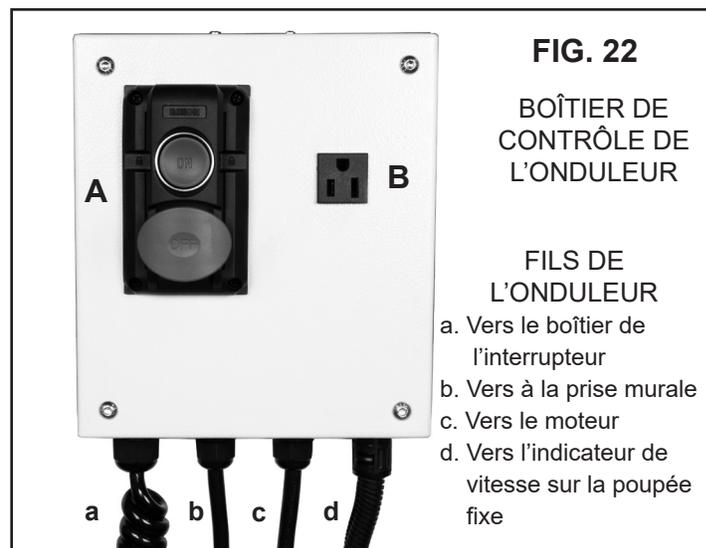

FIG. 22
Le tour 70-1824VSR est muni d'un interrupteur MARCHÉ/ARRÊT (Fig. 22, A) situé sur le boîtier de l'onduleur sous l'extrémité de la poupée fixe du bâti du tour. Cet interrupteur DOIT être actionné avant et après l'utilisation du tour. Il permet d'activer le boîtier de l'interrupteur pour utiliser le tour. Il éteint totalement le tour lorsqu'il n'est pas utilisé pour une longue période de temps. Cet interrupteur protège les composants électriques, particulièrement empêcher l'afficheur LCD de brûler, et empêche l'accès non-désiré par les enfants ou les spectateurs. L'interrupteur possède aussi un verrou pour sécuriser davantage le tour. Appuyez sur le bouton vert (Fig. 23, C) pour démarrer le tour. Appuyez sur le bouton rouge (D) pour arrêter le tour..
Une prise électrique de 115V (Fig. 22, B) est livrée sur le boîtier de l'onduleur pour brancher une lumière ou autres accessoires avec une fiche à 3 broches. Lorsque non-utilisée et pour la sécurité des enfants, le couvercle fourni devrait être en place sur la prise. Ceci gardera aussi la poussière hors de la prise.
NOTE : L'interrupteur Marche/Arrêt principal (page 15, fig. 22, A) doit être allumé pour que le boîtier soit fonctionnel.